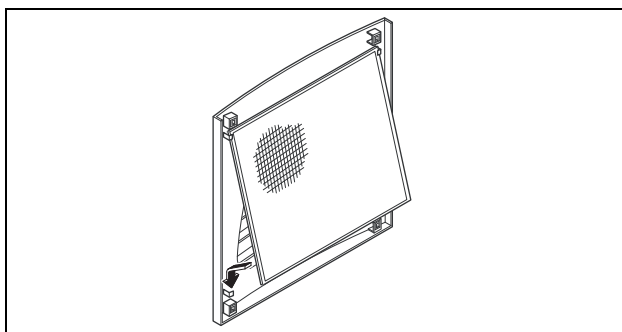

Abb. 7: Filtermatte einbauen
- Legen Sie die Filtermatte wie in Abb. 7 gezeigt in das Lamellengitter ein und drücken Sie es wieder auf das Gehäuse.